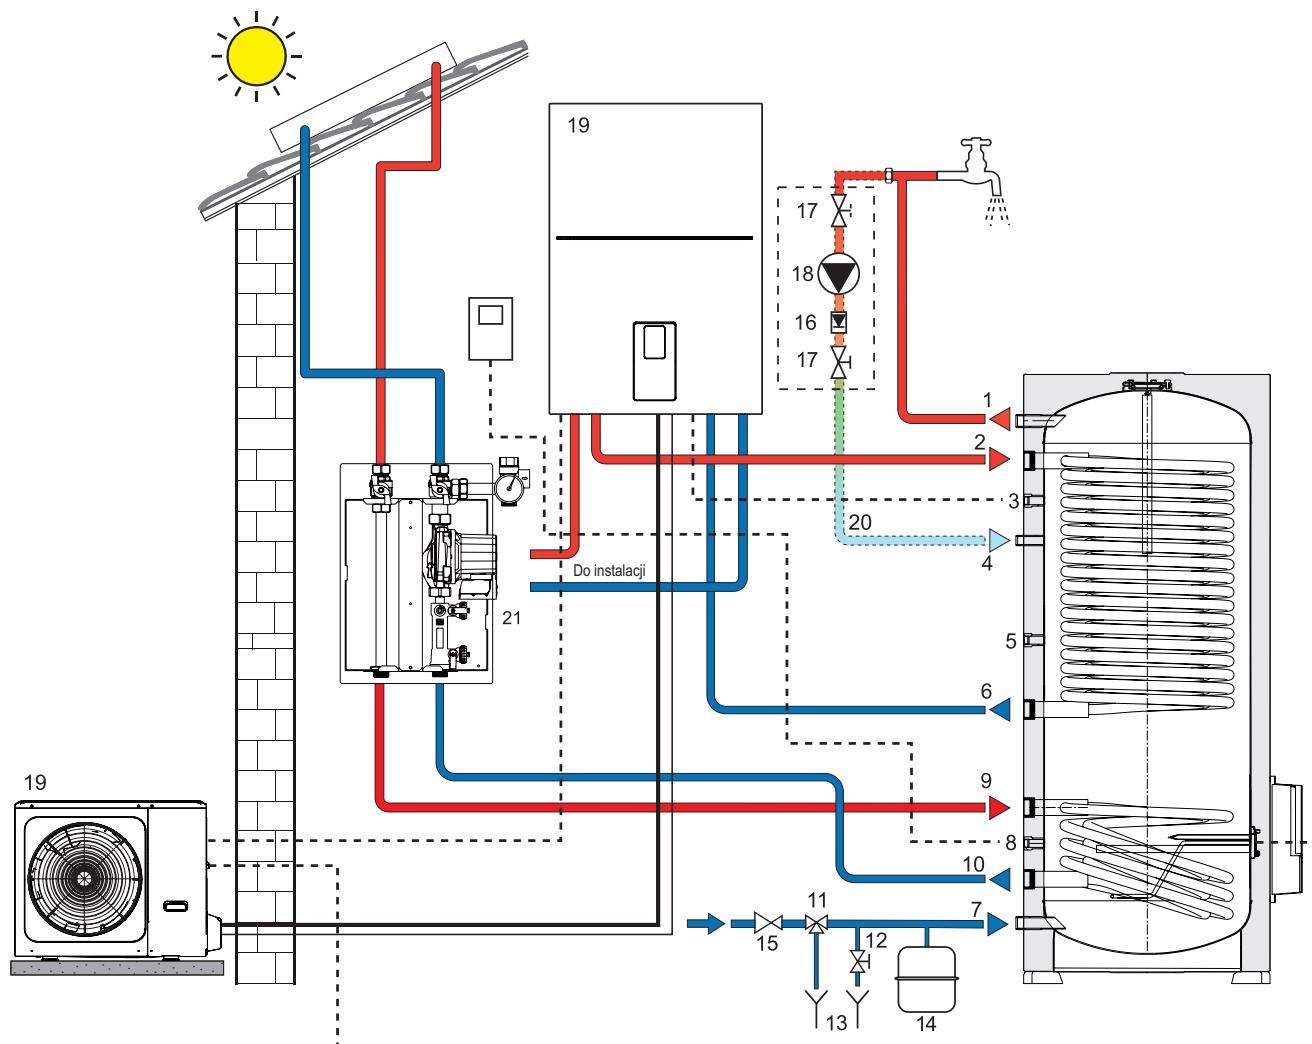

rys. 10 - Obieg wody BSF HP 1C
- Aby opróżnić, zamknąć zawór pobierania wody z sieci, podłączyć wąż do przyłącza spustowego (niedostarczony w komplecie - poz. 12 na rys. 10 i rys. 11) przewidzianego podczas instalacji, a następnie doprowadzić drugi koniec węża do miejsca przewidzianego na spust zewnętrzny.